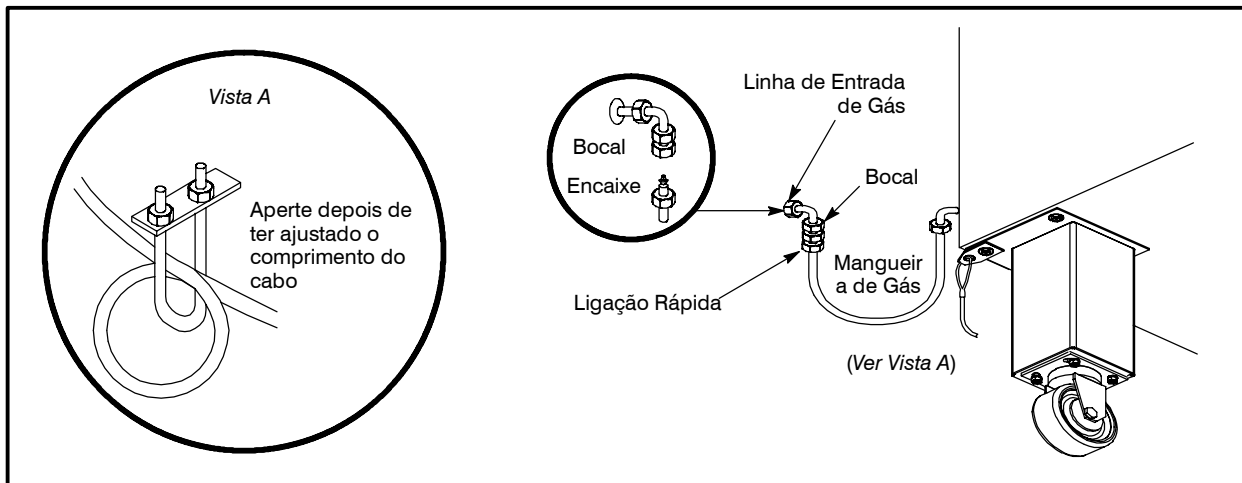

Figura 16
- O freio deve ser curto o suficiente para impedir qualquer pressão na ligação. Veja na Figura 16 Vista A um detalhe de ajustamento do comprimento.